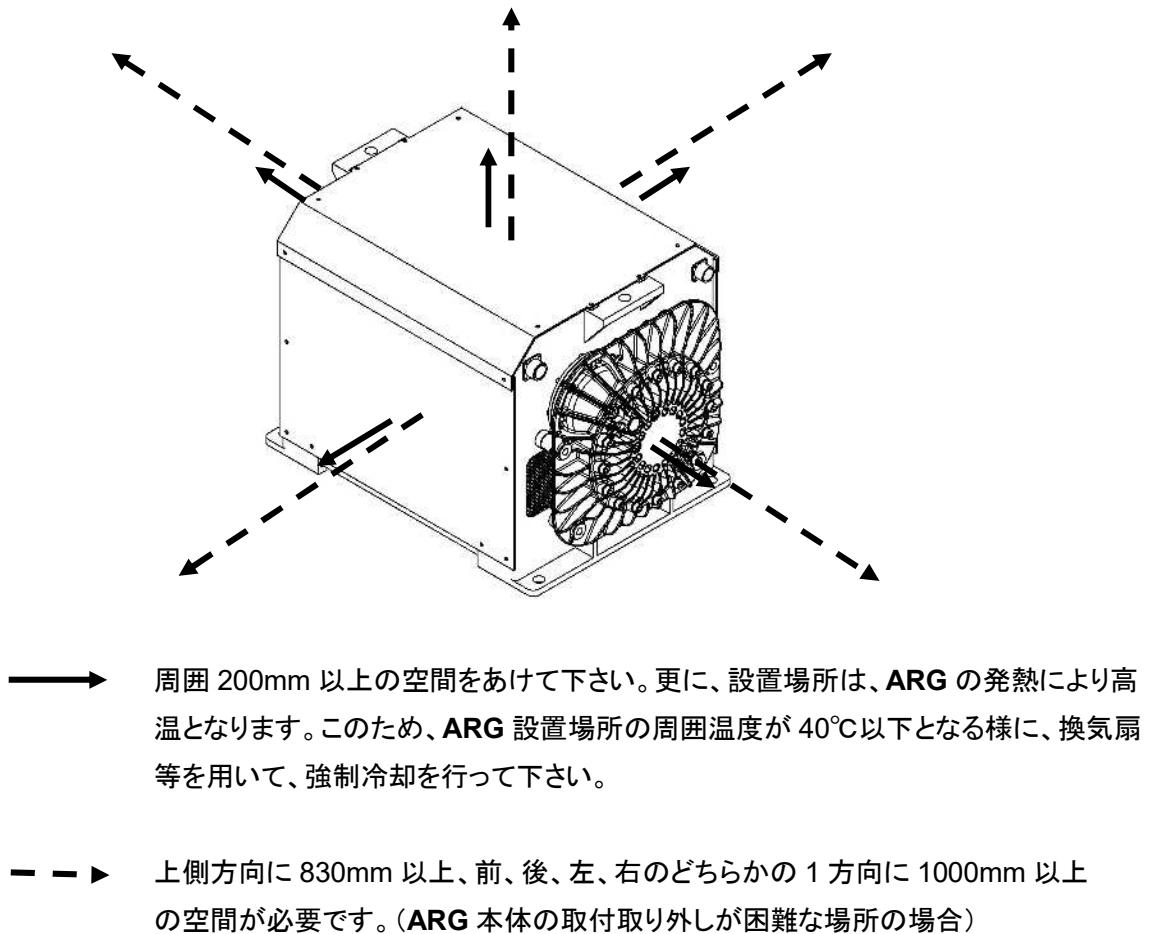

図 3-4 **ARG** 本体の取付スペース
⑤**ARG** 本体の設置場所は定期点検を行うことが出来る様に、図 3-4 に示す取付スペースを考慮して選定して下さい。
注) **ARG** 本体の取付スペースは図 3-4 に示す